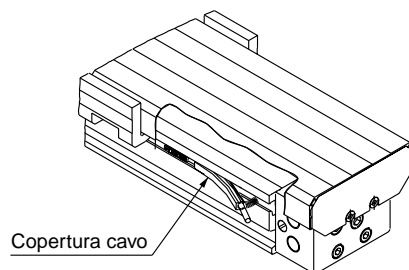

Figura 3. Installazione della protezione cavi
3. Collocare i cavi nell'apposita protezione. Quindi installare l'assieme sul cilindro. (Figura 3)